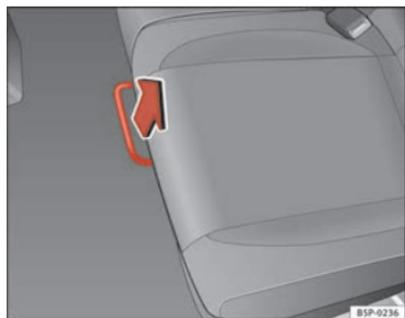

Fig. 96 Barre de déverrouillage de la banquette arrière
- En position assise, déverrouillez le levier dans le sens de la flèche ⇒ fig. 96.